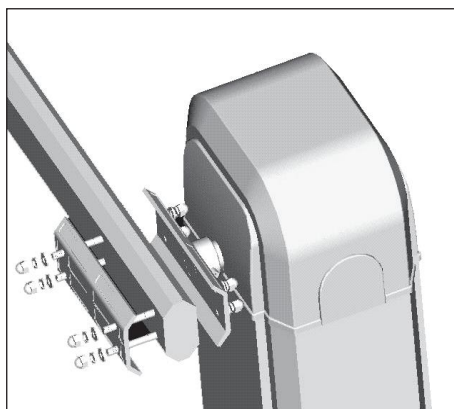

Рисунок 2
2. Встановлення стріли (Рисунок 2)